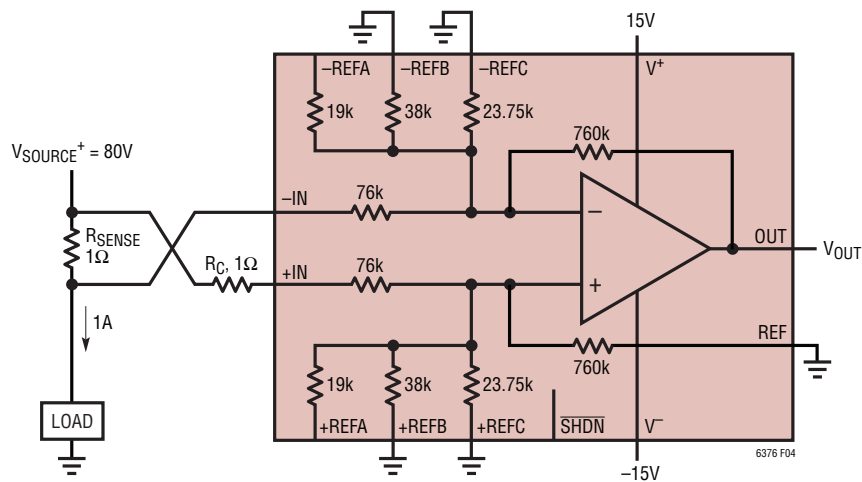

図4. 電流測定アプリケーション
電流測定アプリケーションに使用したLT6376を図4に示します。このアプリケーションの誤差バジェットを表8に示します。抵抗分割比を6.3に設定して、80Vの入力同相電圧をオペアンプの入力で12.7Vに分圧しています。1Aの電流と1Ωの検出抵抗により、10V (LT6376の場合) および1V (表に記載したその他全てのデバイスの場合) のフルスケール(FS) 電圧が生成されます。表8は25°C～85°Cの温度範囲における出力フルスケール電圧の誤差要因をppm (parts per million) 単位で示しています。